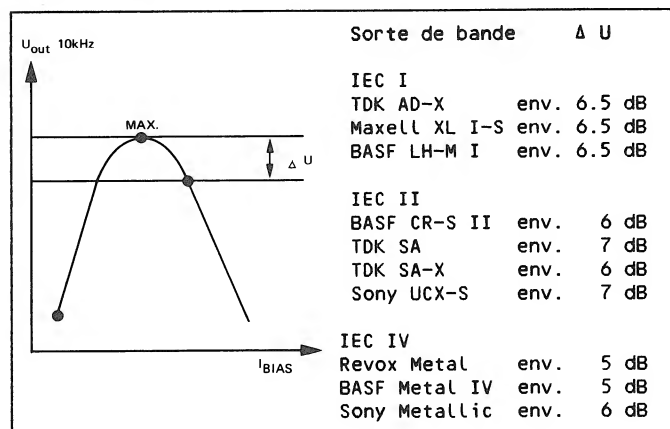

Fig. 5.5
- Tourner au-delà du maximum dans le sens des aiguilles d'une montre, selon Fig. 5.5